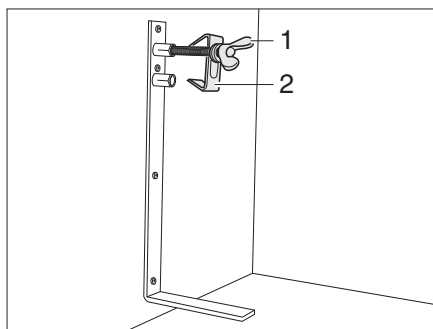

Fig. 190 Soporte para rueda de repuesto
- Soltar el tornillo (Fig. 190,1) y quitarlo junto con el centrador (Fig. 190,2).